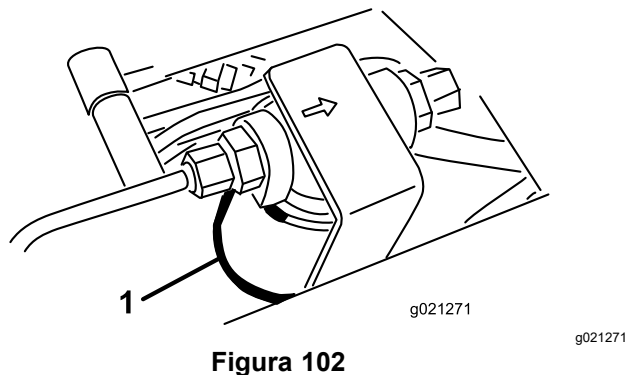
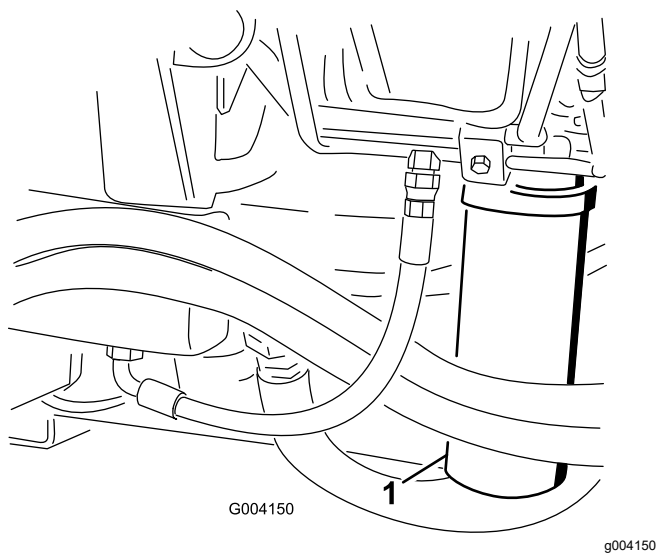

Figura 102
Figura 103
2. Limpie la zona alrededor de la zona de montaje del filtro y coloque un recipiente debajo del filtro (Figura 102 y Figura 103).